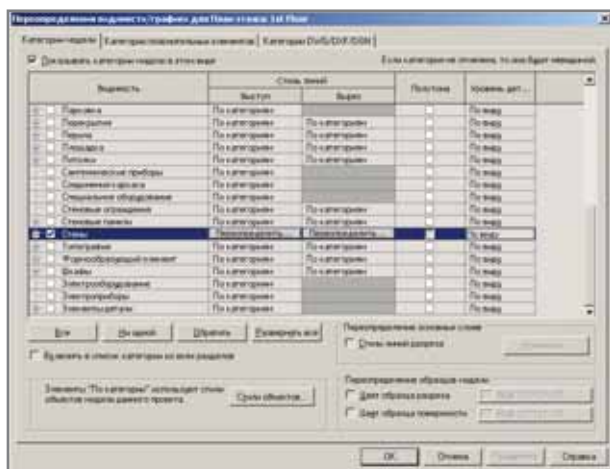

Рис. 6. Выберите элементы *Стены*
7. Прокрутите список вниз и найдите элемент *Стены*. Установив галочку (рис. 6), вы включите видимость элементов только этого типа.